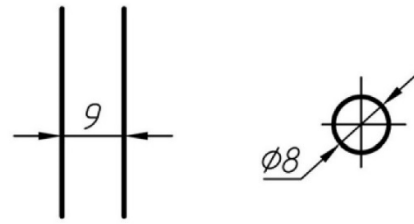

Рис. 70. Небольшие размеры
8. Когда длина размерной линии равна или меньше **10** мм, стрелки чертят «снаружи» (рис. 70).